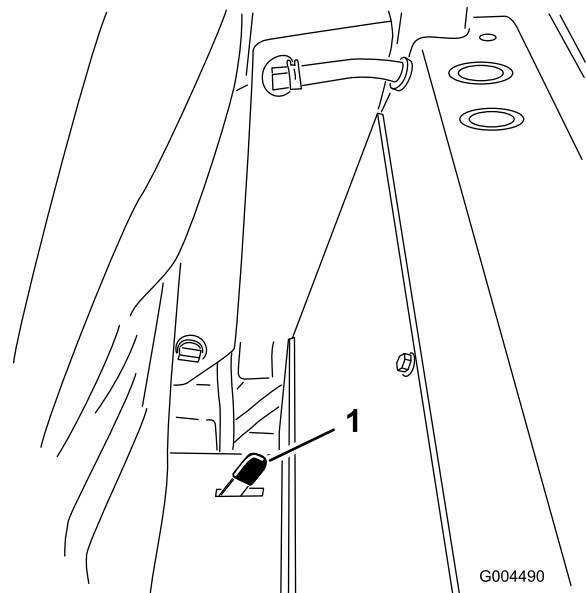

Figura 37
- Empurre um dos engates do banco que se encontram nos lados do banco atrás, para trás para desengatar o banco e puxe para a frente na parte de cima do banco (Figura 37).